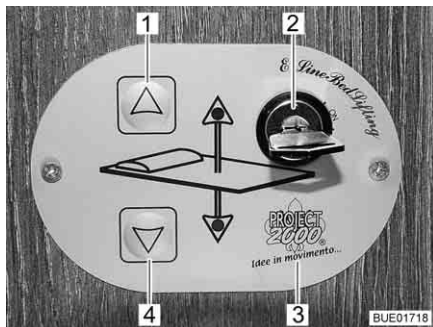

Bild 133 Bedienteil
Mit den Tasten (Bild 133,1 und 4) auf dem Bedienteil (Bild 133,3) wird das Hubbett abgesenkt oder angehoben. Mit dem Schlüsselschalter (Bild 133,2) wird das Bedienteil gegen unbefugte Benutzung gesichert.
- Schlüssel im Schlüsselschalter (Bild 133,2) um 90° im Uhrzeigersinn drehen. Das Bedienteil (Bild 133,3) ist aktiviert.
- Pfeiltaste (Bild 133,4) drücken und so lange gedrückt halten, bis das Hubbett in die gewünschte Position nach unten gefahren ist.
- Pfeiltaste (Bild 133,1) drücken und so lange gedrückt halten, bis das Hubbett in die Endstellung nach oben gefahren ist.
Notbetrieb Wenn sich das Hubbett mit den Pfeiltasten (Bild 133,1 und 4) nicht mehr bewegen lässt, zuerst die Sicherung im hinteren Hängeschrank (Bild 136,1) prüfen (siehe Abschnitt 8.9.1). Wenn die Sicherung in Ordnung ist und sich das Hubbett trotzdem nicht bewegen lässt, kann das Hubbett manuell bedient werden.